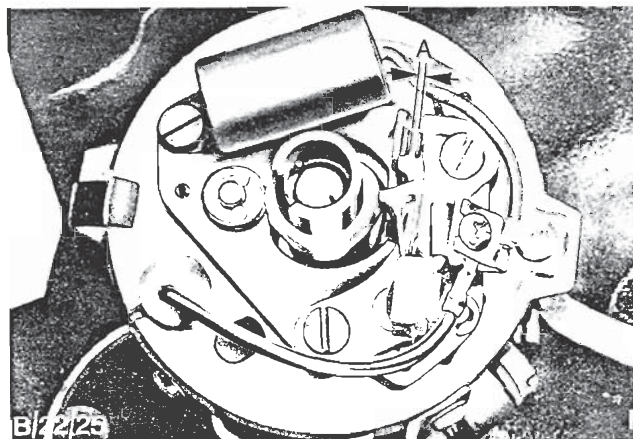

Fig. 43 - Justering af kontaktpunkternes afstand
7. Kontroller og juster kamvinklen som nødvendigt, Fig. 43. Tørn motoren manuelt, indtil hælen på kontaktpunkterne er på toppen af kammen. Juster så der mellem kontakterne fås en afstand som specificeret i Tekniske Data, hvorefter de to holdeskruer spændes. Tørn motoren til en anden kam og kontroller atter kontaktafstanden.